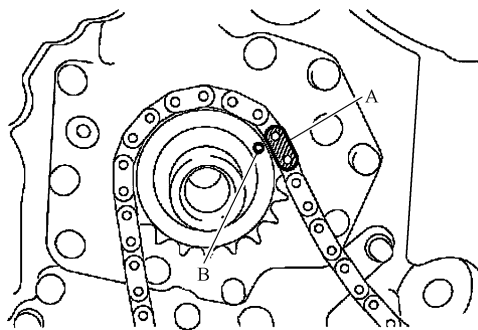

图 27-17 正时标记 B 对齐金色链节 A
① 按照图 27-17 所示，把曲轴链轮上的正时标记 B 与正时链条（左）上的金色链节 A 对齐。